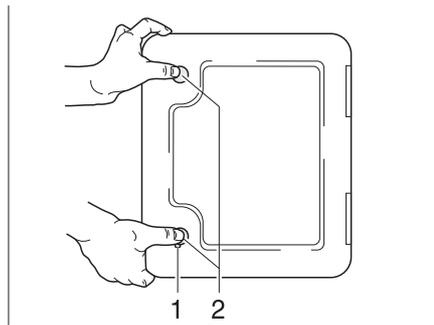

Fig. 143 Portillon pour la toilette à cassette
- Ouvrir le portillon pour la cassette à l'extérieur du véhicule. Insérer pour cela la clé dans le barillet du verrou de pression (Fig. 143,1) et la tourner d'un quart de tour.
- Appuyer du pouce et simultanément sur les deux verrous de pression (Fig. 143,2) et ouvrir le portillon pour la cassette.